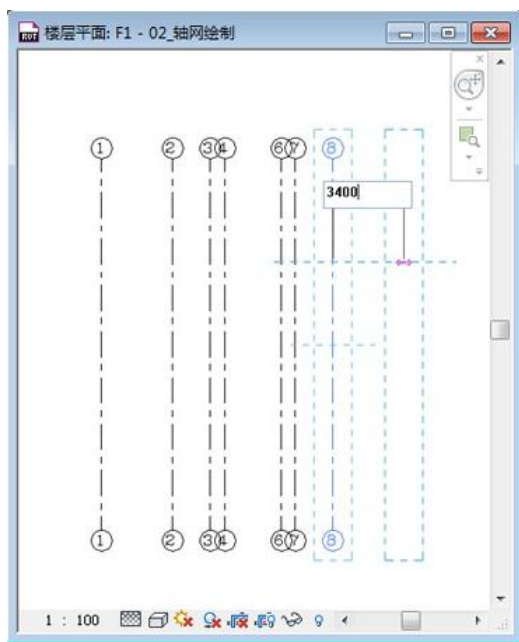

图 1-17
- 3) 移动光标在1号轴线上单击捕捉一点作为复制参考点,然后水平向右移动光标,输入间距值3400后按“Enter”键确认后完成2号轴线的复制。保持光标位于新复制的轴线右侧,继续依次输入1800、700、1350、1350、700、1800、3400,并在输入每个数值后按“Enter”键确认,完成3-9号轴线的复制(如图1-17所示)。